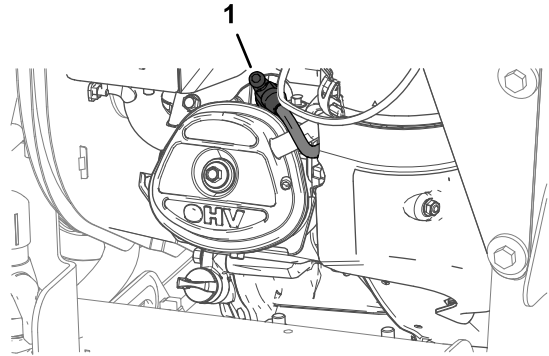

Figure 58
6. Débranchez le fil de la bougie (Figure 58).